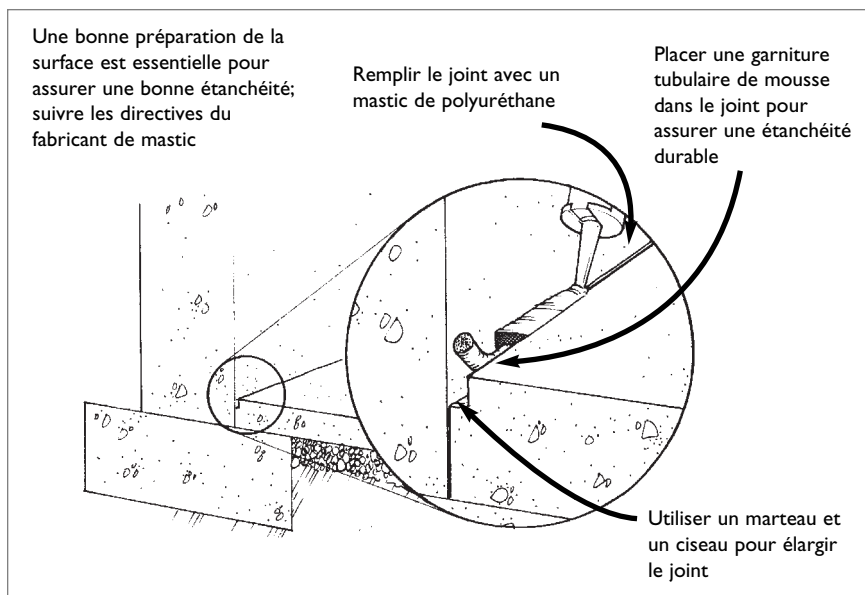
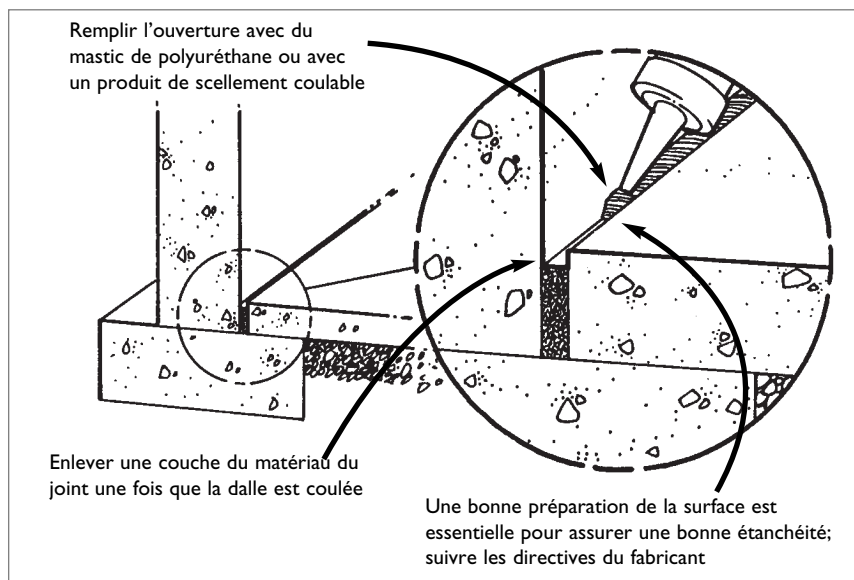

Figure 13 : Obturation des joints des murs de fondation et des planchers du sous-sol
Figure 16 : Obturer la jonction entre le mur de fondation et le plancher du sous-sol dans les constructions neuves
S'il est à votre portée, le joint entre le mur de fondation et le plancher du sous-sol doit être scellé (voir la Figure 13). Les ouvertures aménagées dans les murs et planchers pour le passage des services (par exemple : câbles électriques, canalisations d'eau, d'égout, de gaz naturel et de mazout) peuvent être colmatées de la même façon.
- Sceller la jonction du plancher et des murs du sous-sol. On peut éliminer cette source potentielle d'infiltration de diverses façons (voir la Figure 13, page 25, et la Figure 16, page 28). Il est essentiel de bien préparer les surfaces à calfeutrer si l'on veut obtenir un résultat efficace et durable.